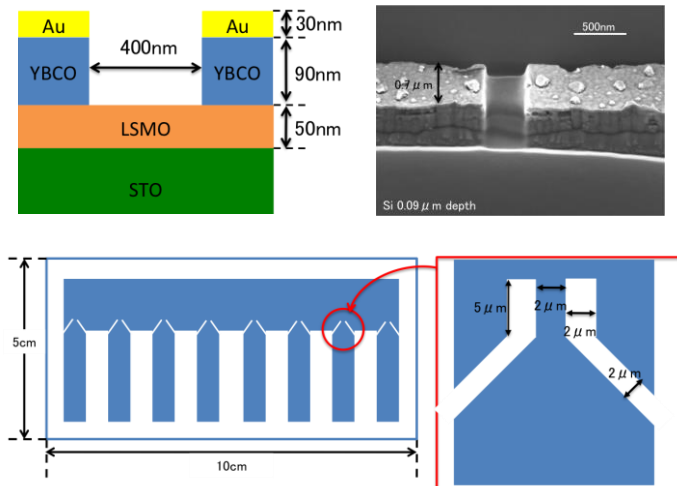

図 1 YBCO-LSMO-YBCO 素子の概略図と SEM 像
今回我々は、スピンの完全に分極している強磁性金属 (F) LSMO と超伝導体 (S) YBCO を PLD で蒸着し、フォトリソグラフィ、FIB の加工により S-F-S 接合を作製した。接合に流れる  $I-V$  測定から Cooper 対のコヒーレンス長、微分コンダクタンスを測定し、最終的には Cooper 対のスピンの結合しているのかを明らかにすることを目標とし、接合の作製と輸送特性測定の実験を行った。今回、FIB を用い LSMO の YBCO スリット幅が 400nm の接合 (図 1) を作成し、電流-電圧を測定した。その結果、超伝導電流が流れたが、これが近接効果に起因するか否かの結論は出ていない。
SrTiO3 基板の上に PLD で LSMO と YBCO、Au を順に蒸着させた試料を用意。レジスト AZ5214E を用いてレーザー露光を行い、幅 2 μm × 長さ 4 μm のストライプ部分を作製した。そして、そのストライプ部分を FIB を用いて YBCO だけを取り除く加工を行った (図 1)。